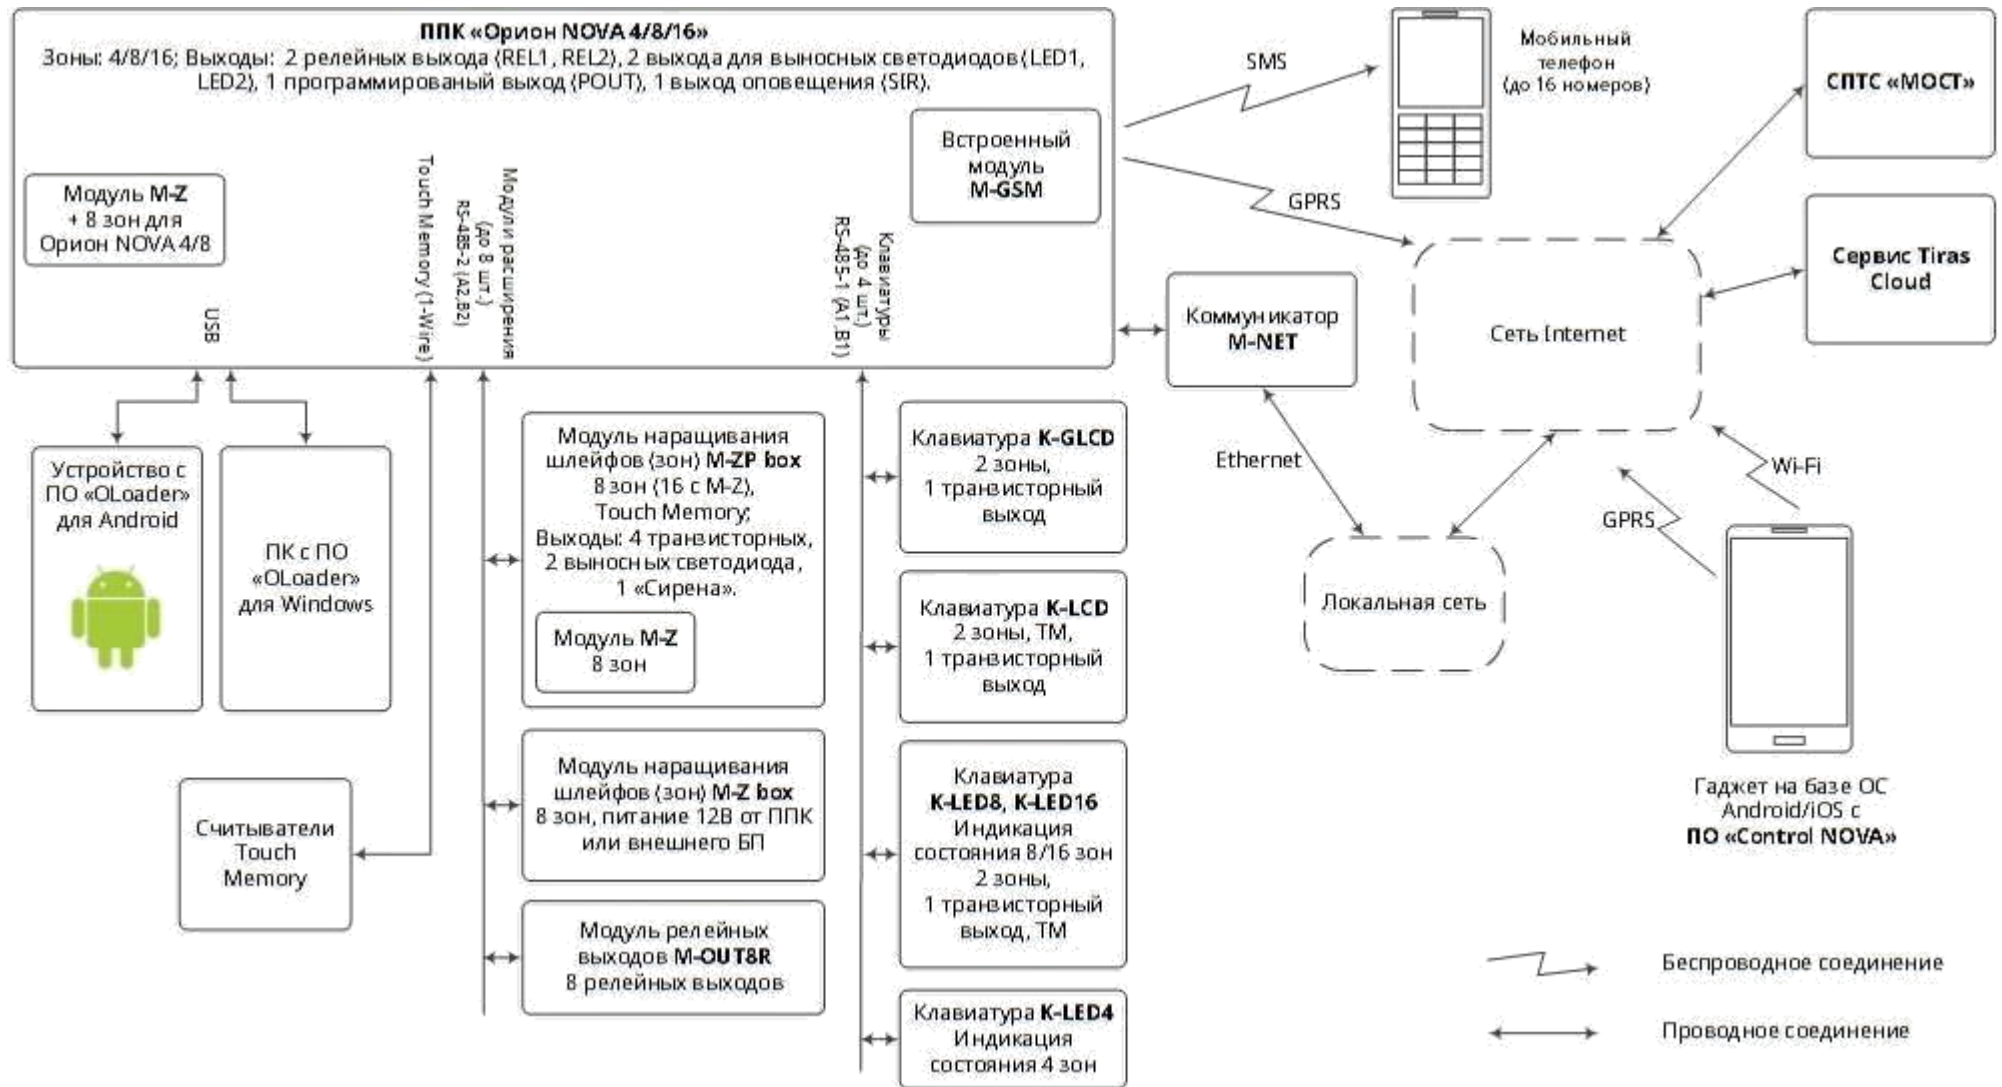

Рисунок 1.1 – Структурная схема системы охранной сигнализации на базе ППК «Орион NOVA 4/4i/8/8i/16/16i»
1.5.4 К ППК, который является базовым блоком системы охранной сигнализации (далее – системы), можно подключить следующие устройства (Рисунок 1.1):